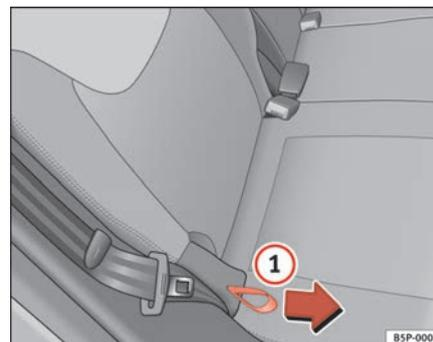

Fig. 97 Regular a inclinação do encosto, banco traseiro
- Segurar o encosto do banco, em cima. Puxar a pega lateral do banco ⇒ fig. 97 ① no sentido da seta e mantê-la nessa posição. Empurrar ao mesmo tempo o encosto para trás, para a posição pretendida e soltar a pega. ▶